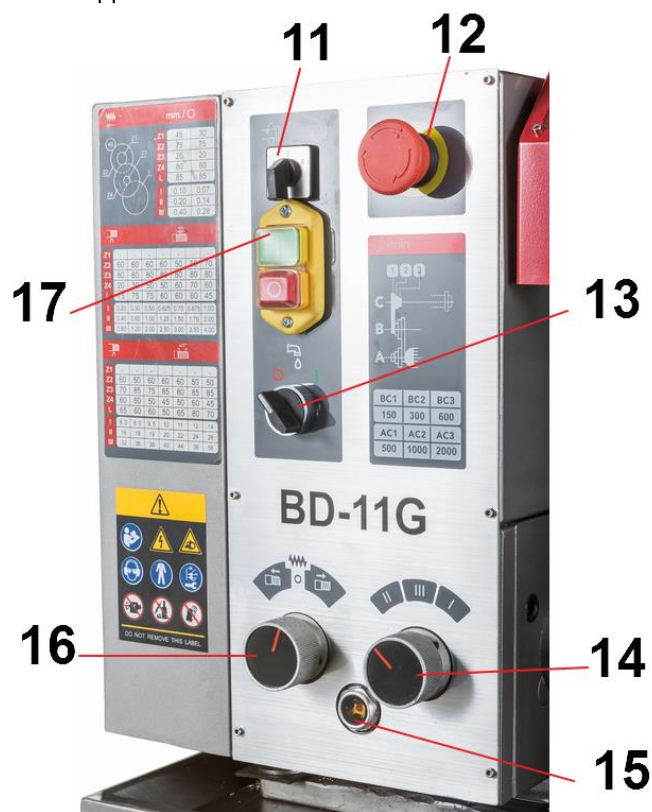

Рис.2
**ВНИМАНИЕ:** Ременная крышка оснащена концевым выключателем. Если она не будет установлена, станок не будет работать. Выбор направления вращения шпинделя осуществляется переключателем (18, Рис.2) Включение и отключение вращения шпинделя производится при помощи кнопок (14, Рис.2)
Рукоятка выбора подачи (15, Рис.2) обеспечивает три различных варианта автоматической обработки. Возможно также установить и другие величины подач, используя сменные шестерни.
Рукоятка выбора направления перемещения (17, Рис.2) позволяет менять направление перемещения продольного суппорта влево-вправо.
**ВНИМАНИЕ:** Допускается переключение рукояток подачи (15, 17 Рис.2) при вращающемся шпинделе станка. Переключение при резании недопустимо.